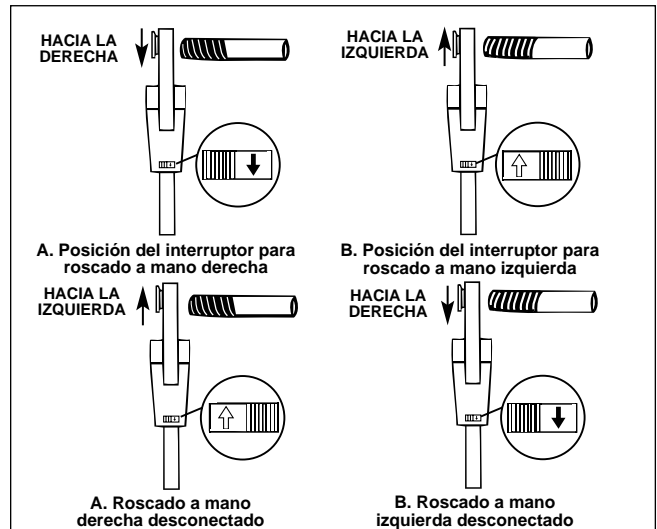

Figura 6 – Interruptor para el cambio de dirección del rosado o de orientación de las terrajas
- Coloque el interruptor direccional en la posición deseada para rosar hacia la derecha o hacia la izquierda (Figura 6).